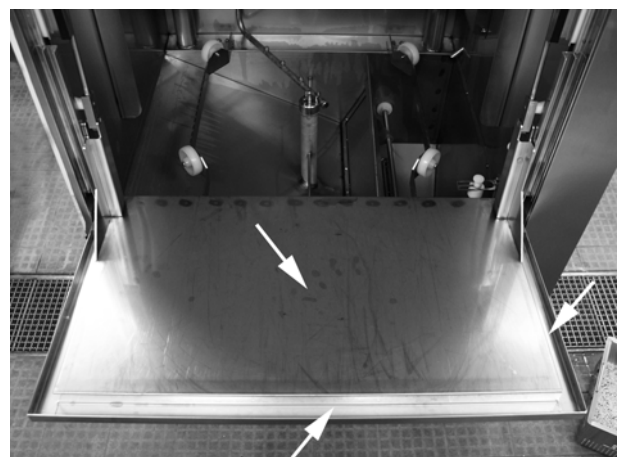

Abbildung 33: Untere Tür
15. Die untere Tür an der Innenseite und der Dichtung mit einem feuchten Tuch abwischen; Abbildung 33 Untere Tür.